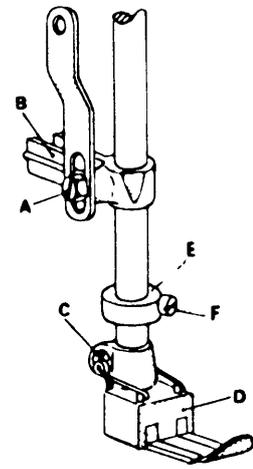

fig. 9
7. Montaggio e regolazione del piedino (fig. 9)